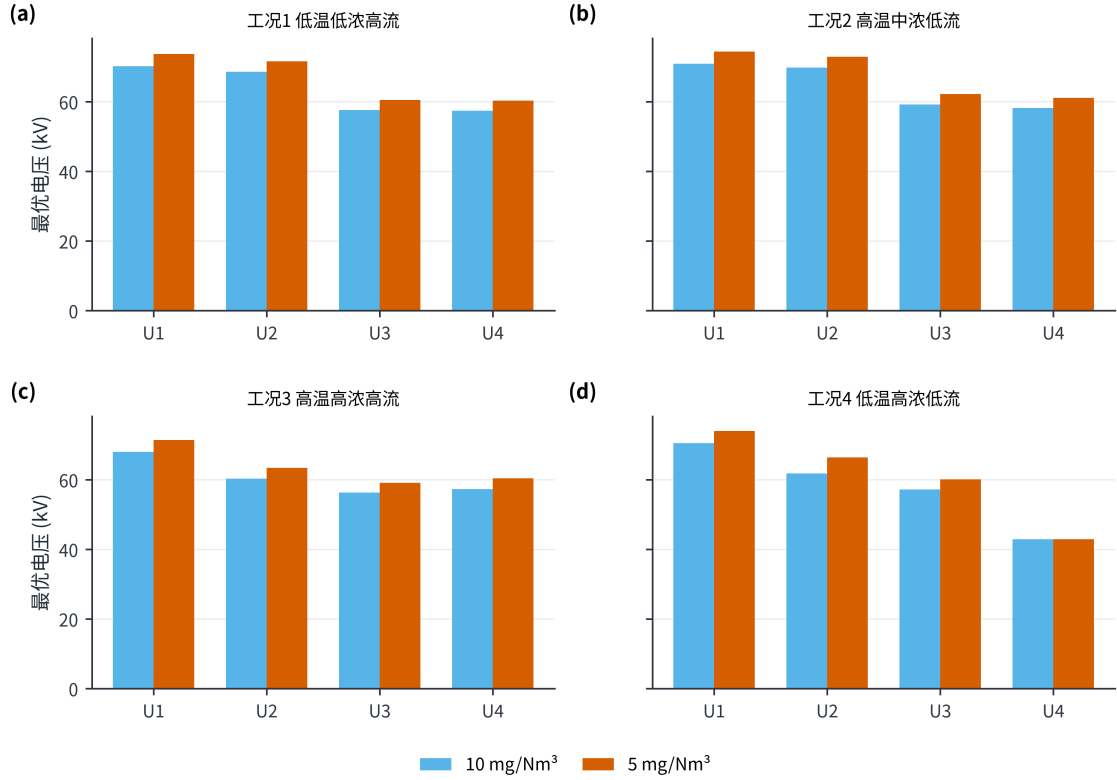

图 14 两档排放限值下的电压配置
上述两类策略的差异可由图 14 直接读出。
图 14 显示四个电场并非机械同步抬升：工况 1 四场抬升幅度接近，工况 3、4 则出现明显的高低分化。这一分配由两个因素共同决定——单位功率去除收益 $\alpha_i/(b_i U_i^{ref2})$ 决定优先次序，排序约束 $U_1 \geq U_3 + 3$ 、 $U_2 \geq U_4 + 3$ 则把部分电场的取值绑定在一起。两者叠加的结果是：性价比最高的第